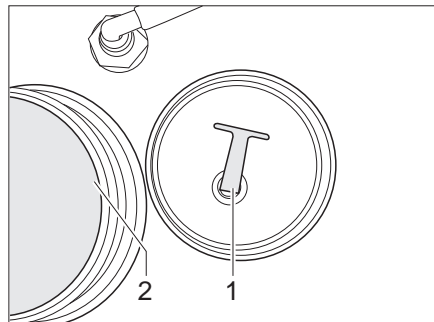

Bild 145 Wassertank
- Verschlussdeckel (Bild 145,2) abschrauben.
- Verschlussdeckel (Bild 145,2) am Wassertank abschrauben.
- Den Verschluss-Stopfen (Bild 145,1) aus der Ablassöffnung heraus-schrauben. Das Wasser läuft ab.